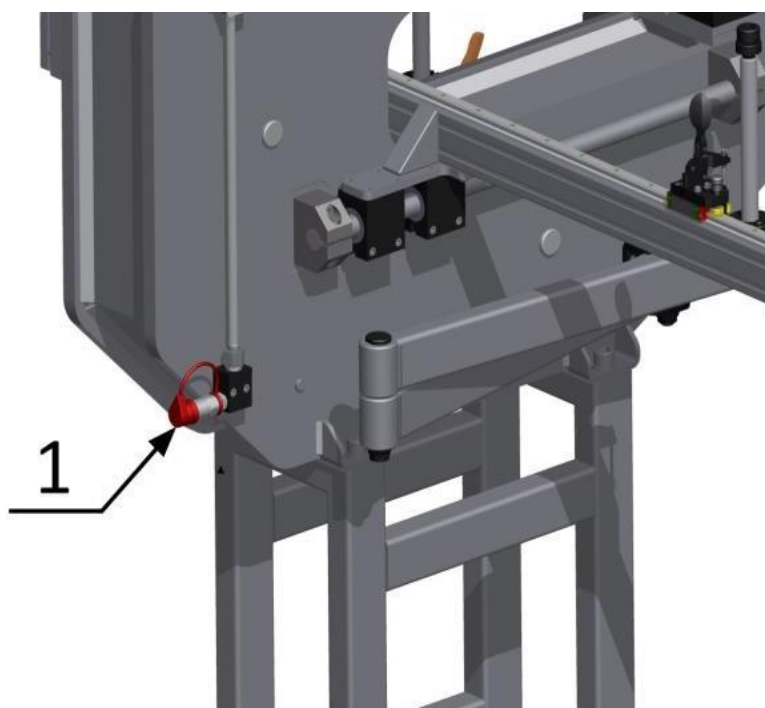

Рис. 4
а) Підключіть гідравлічний шланг джерела живлення до швидкороз'ємного з'єднувача станції (1) (рис. 4).